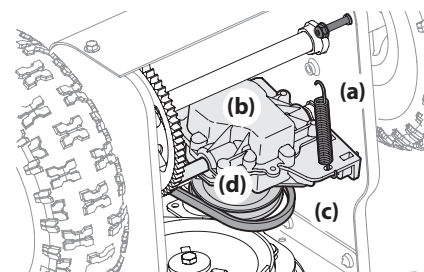

Figura 4-18
2. Quite el resorte que conecta la transmisión a un perno en el cuadro del motor. Vea la Figura 4-18.
6. Inclíne la transmisión hacia adelante y ubique la correa de transmisión en la polea de transmisión. Consulte la Figura 4-18.
7. Vuelva a conectar el resorte al perno en el marco del motor y ajuste la tuerca de seguridad bridada. Consulte la Figura 4-18.